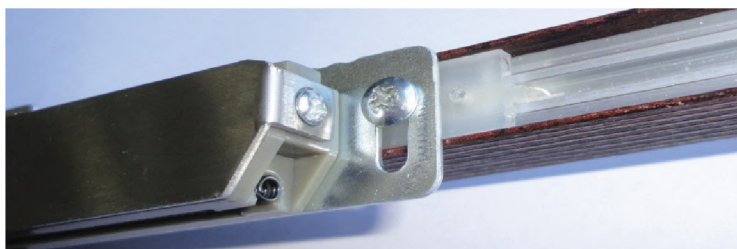

Рис. 6
- 6- Сдвинуть предварительно установленную в паз профиля KR-08 пластмассовую вставку 3 до совпадения отверстий вставки с отверстием кронштейна доводчика и закрепить саморезом 4 с гровер-шайбой 5, как показано на рис. 6.